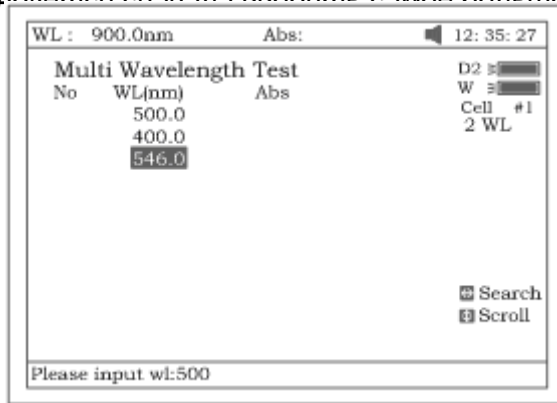

Рис. 69
- Введите рабочие значения длин волн при помощи клавиш цифровой клавиатуры с последующим нажатием на [ВВОД]. Введенные данные можно изменять при помощи клавиш [Л] и [V] (рис.69).